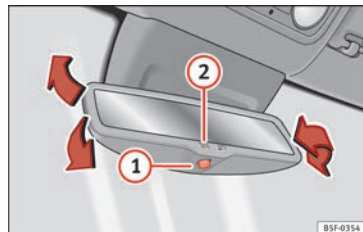

Abb. 19
Automatische Abblendung aktivieren: Drücken Sie die Taste ① » » Abb. 19. Die Kontrollleuchte ② leuchtet auf und der Spiegel wird bei Lichteinfall abgeblendet.